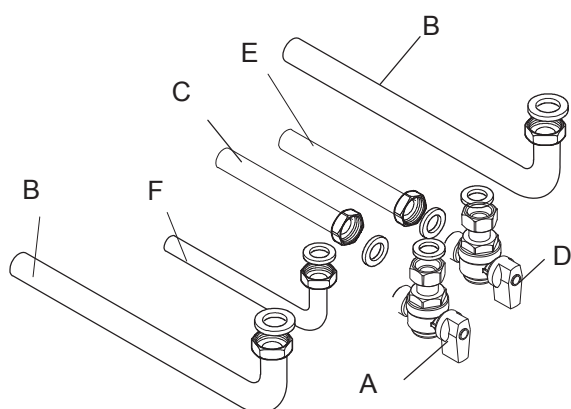

Fig. 5.3
- 4 Fix the gas cock A (3/4") to the boiler using the 3/4" gasket (Fig. 5.3)
- 4 Присоедините газовый кран А (3/4") к котлу, используя прокладку на 3/4" (рис. 5.3)